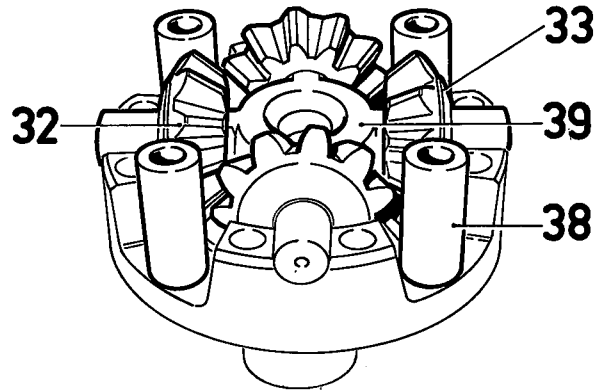
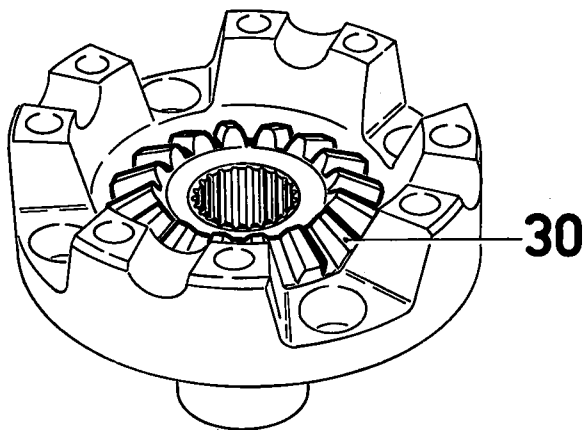
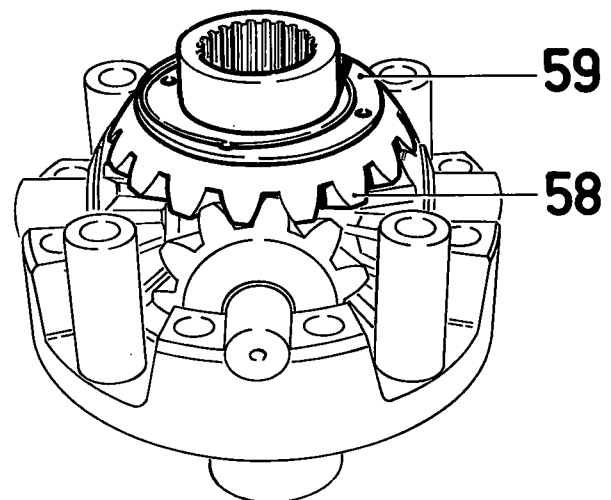

Fig. 40
Fig. 39
Fig. 41
- Breng achtereenvolgens de drukring (40), het planeetwiel (30) (fig. 39), het kruisstuk (39) met de satellieten (32), de drukringen (33) en de lagerbussen (31), de afstandbussen (38) (fig. 40), het planeetwiel (58), de drukring (59) (fig. 41), de satellietenhuisheft (29) en het